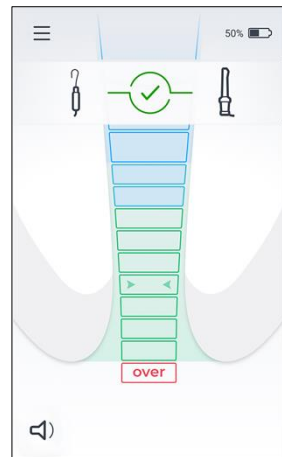

Fig. 4
3. Pe ecran ar trebui să apară pictograma „Test de conectare a cablului”  – a se vedea Fig. 4.